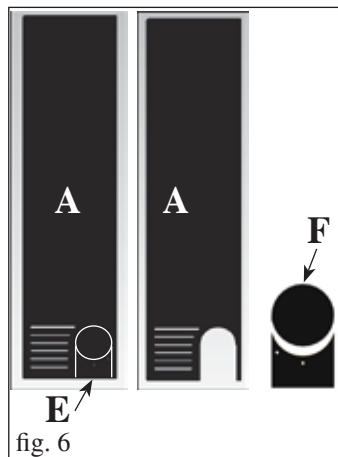

fig. 6
Retirer le diaphragme prédécoupé (E - fig. 6) du côté métallique (A), précédemment démonté, pour permettre le passage du conduit de sortie des fumées (non fourni).
Enlever la portion F (fig. 6) du diaphragme E (fig. 6).
Pour cette version, le poêle est livré avec les façades en tôle métallique déjà montées (M - N fig.6).